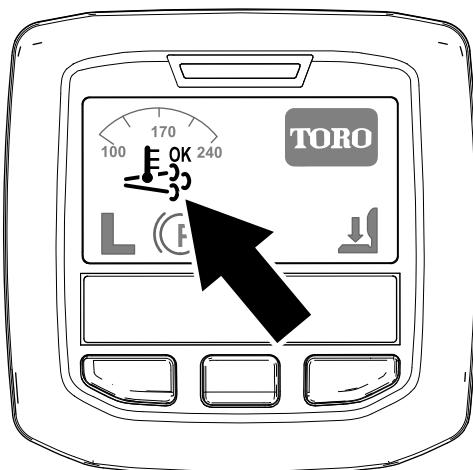

Bild 38
- Das Symbol für die unterstützte bzw. Rücksetzen-Regenerierung wird im InfoCenter angezeigt (Bild 38).